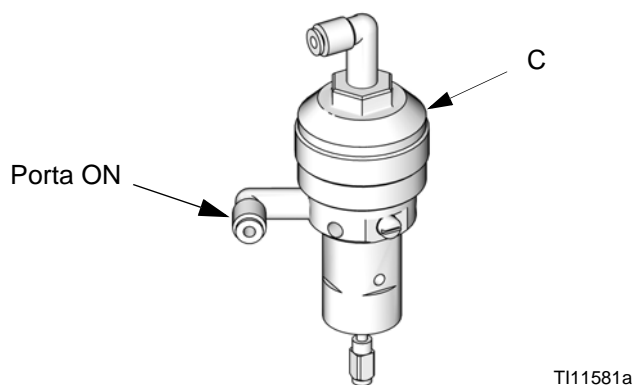

FIG. 5. Cappuccio della valvola di erogazione
2. Scollegare la linea del fluido dall'adattatore della valvola (17).
3. Scollegare le linee dell'aria dalla valvola (19).
4. Svitare il cappuccio (C) per rimuovere la pressione della molla sulla valvola. Consultare FIG. 5.